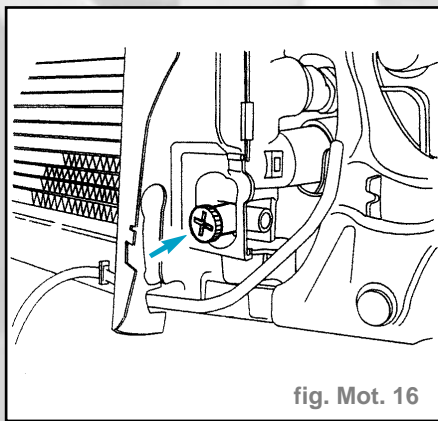

fig. Mot. 16
- Dévisser le bouchon de vidange du liquide de refroidissement (fig. Mot. 16)